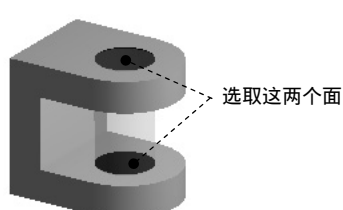

图 7.6.43 定义目标面
(2) 定义目标面。单击以激活 **Target** 后的文本框, 选取图 7.6.43 所示的模型表面为目标面 (两个面), 单击 **Apply** 按钮。